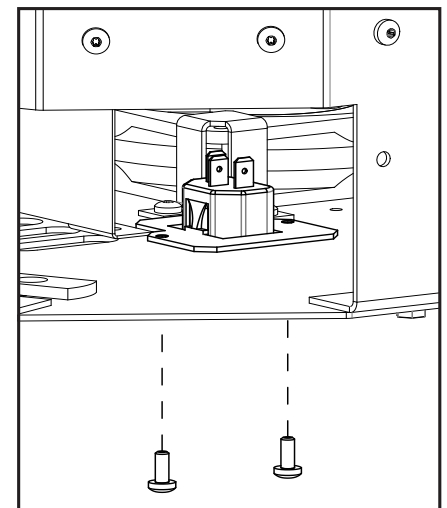

Figure 79: Connexion de la prise électrique
5. Fixez la plaque adaptatrice à travers la chambre de combustion en réutilisant les deux (2) vis T20 (voir la Figure 79).